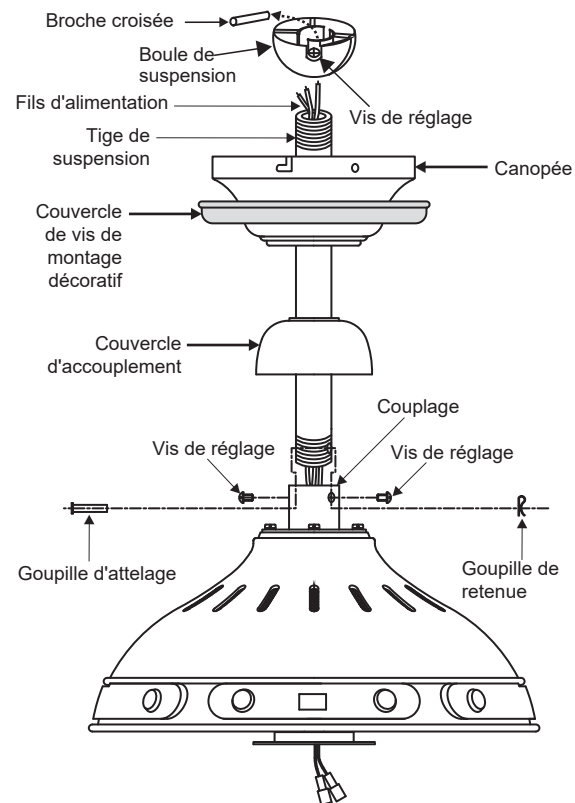

Fig. 6
Étape 1. Retirez la boule de suspension de l'assemblage de la tige descendante en desserrant la vis de réglage, en retirant la goupille transversale et en faisant glisser la boule de la tige. (Fig.6)
Étape 2. Desserrez les deux vis de réglage et retirez la goupille d'attelage et le clip de fixation de l'accouplement situé au-dessus de l'ensemble du moteur. (Fig. 6)
Ensuite, remplacez la goupille d'attelage et le clip de retenue. Serrez les deux vis de pression. (Fig. 6)
Enfilez la boule de suspension sur la tige, insérez la goupille transversale dans la tige et serrez. Serrez maintenant la vis de pression. (Fig. 6)